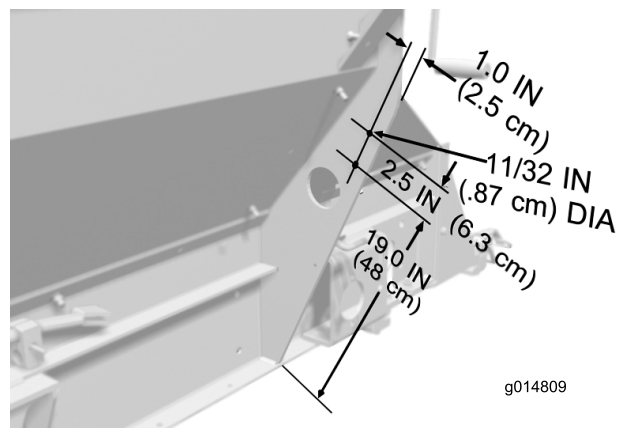

Figura 3
2. Anilhas (4)
5. Utilizando as dimensões indicadas em Figura 3, localize a marca e faça (2) furos de 8,7 mm de diâmetro na placa de reforço esquerda da tremonha. Repita o procedimento na placa de reforço direita da tremonha.